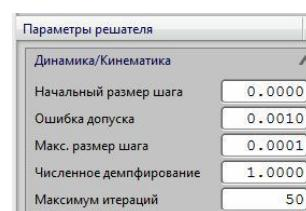

рис.52
- Уменьшим этот максимальный шаг численного интегрирования на два порядка (рис.52), и за то же время анализа вы увидите, что никакого затухания не произойдет. Поэтому помните о причинах возможных ошибок анализа, и не забывайте заглядывать в поле рис. 48.